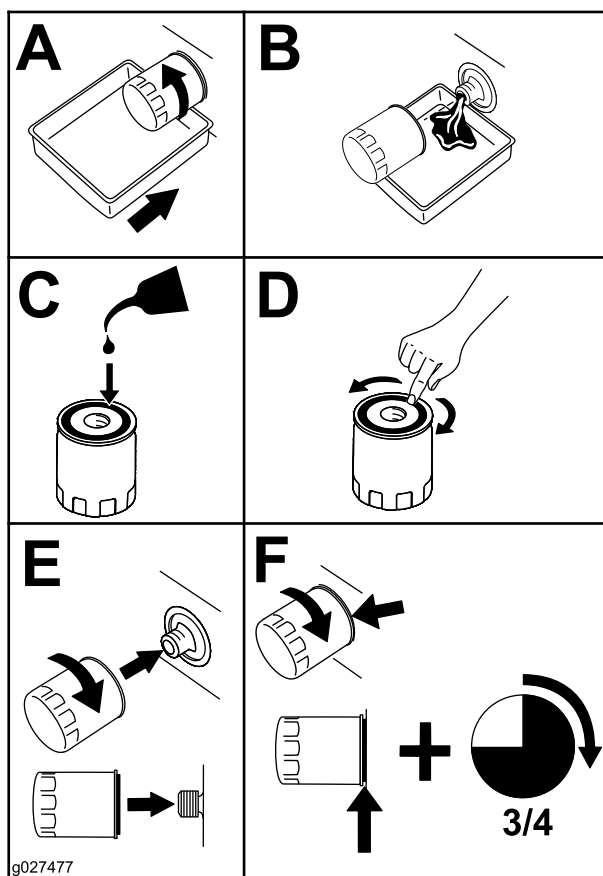

Figure 46
1. Installez les filtres comme montré à la Figure 46.